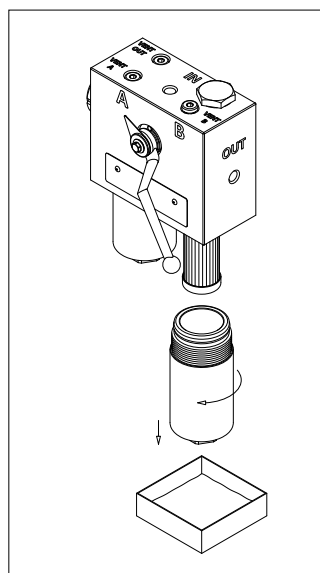

fig. 9
- (Fig. 9) Svitare il contenitore mantenendo il recipiente di raccolta